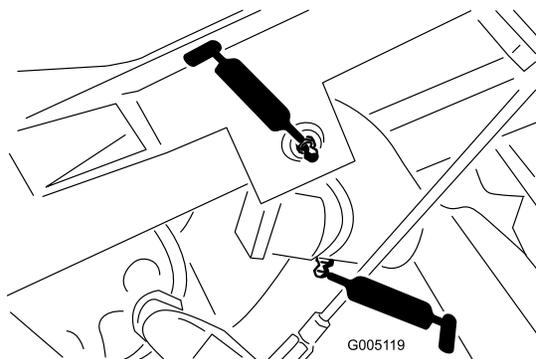

図 29
- 昇降アームのピボット3か所とピボットヒンジ3か所 図 29